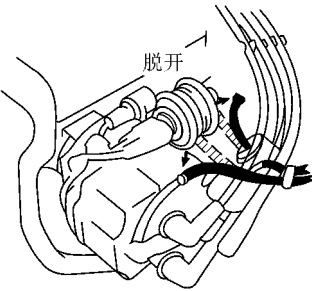

图 5-58 脱开软管并塞上塞子
- 1) 从负压提前器的膜片上脱开软管，并在软管的端部塞上塞子，如图 5-58 所示。